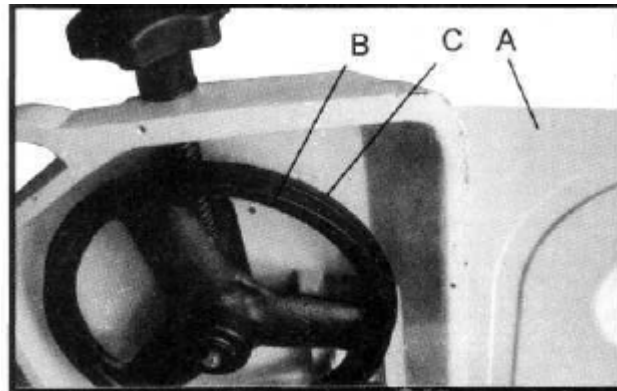

Fig. 6
1. Placez le bras de la scie en position ouverte et ouvrez le capot de la roue (A). Fig. 6.
2. Mettez la scie en marche. La lame est alignée correctement si son dos (B), Fig. 6, effleure seulement le bord de la flasque de roue (C). Le dos de la lame ne doit pas frotter contre la flasque.